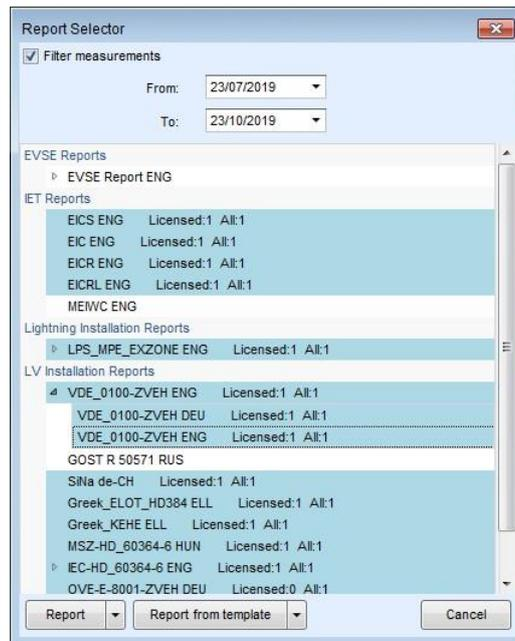

Abbildung 10.1: Auswahlfeld für das Berichtsformular
- Klicken Sie auf das **Create** Symbol in der Gruppe "Reports" auf der Registerkarte "Home", um das Dialogfeld "Report-Formularauswahl" zu öffnen, . **Abbildung 10.1**.